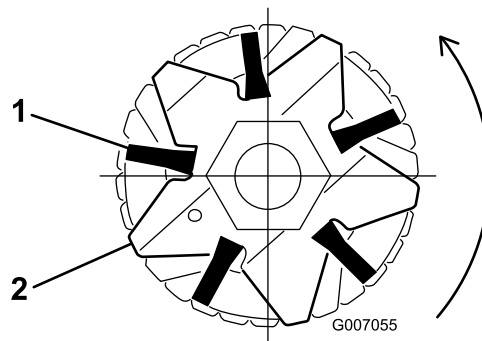
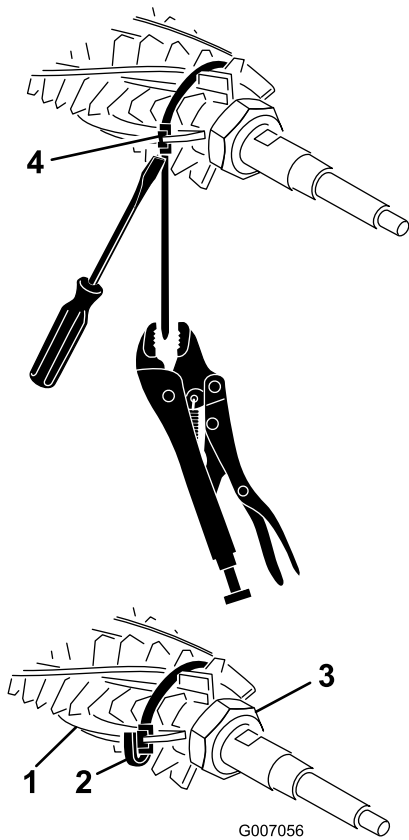

Figura 22
Figura 23
3. Pase las cintas alrededor del eje del molinete y los cepillos, según se muestra en Figura 23, colocándolas en las hendiduras de los cepillos Figura 22.
Nota: Si los cepillos del acondicionador no se asientan adecuadamente en las ranuras de las cuchillas, afloje las tuercas de retención en cada extremo del eje del acondicionador, posicione los cepillos del acondicionador adecuadamente en las ranuras de las cuchillas y apriete las tuercas de retención de las cuchillas del acondicionador (Figura 23).
4. Empujando un destornillador contra la hebilla de la cinta, aprese la cinta con alicates de mordaza y tense las cintas hasta que se bloqueen en las ranuras de los cepillos (Figura 23).
2. Asegúrese de que los cepillos se asientan en las ranuras de las cuchillas del acondicionador (Figura 22 y Figura 23).
- Recorte la cinta a unos 6,3 mm de la hebilla y doble el exceso de cinta sobre la hebilla (Figura 23)